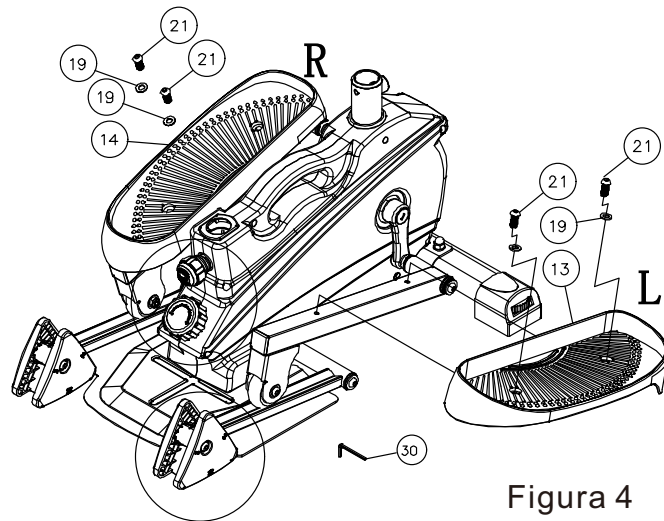

Figura 4
4. Utilice un tornillo de cabeza hexagonal de 21 vueltas y una arandela plana de 19 para fijar los pedales izquierdo y derecho del 13 y 14 a los soportes de pie izquierdo y derecho del 04 y 05. Como se muestra en la Figura 4: